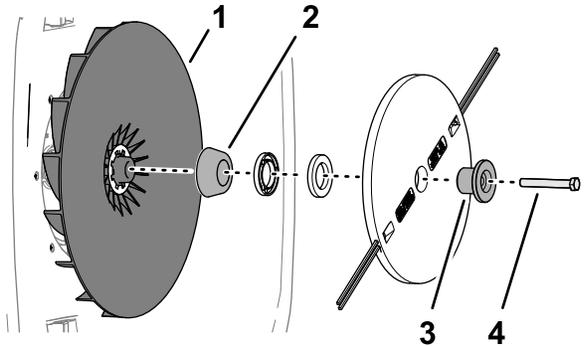

Bild 30
1. Montieren Sie die Halterung, die Mähzscheibe, die Distanzstücke und das konische Distanzstück mit der Schraube am Laufrad (Bild 30).